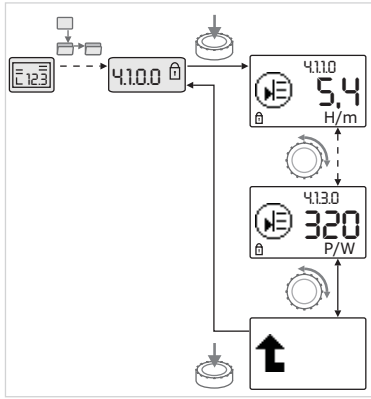

Fig.44: Wywoływanie informacji
- Poprzez obracanie pokrętła wybierać elementy menu typu „Informacja” w aktualnych podmenu (patrz rys. 44). Objasnienia symboli odpowiadających poszczególnym ustawieniom – patrz tabela w rozdziale 8.7 „Przegląd elementów menu” na stronie 159.